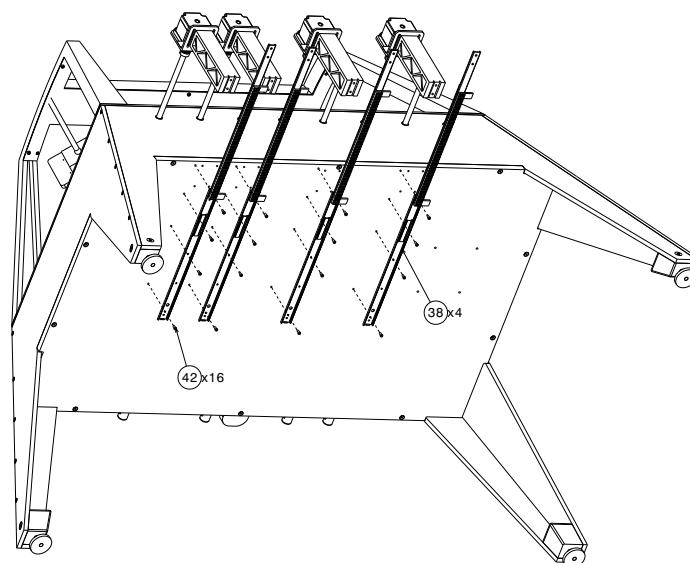
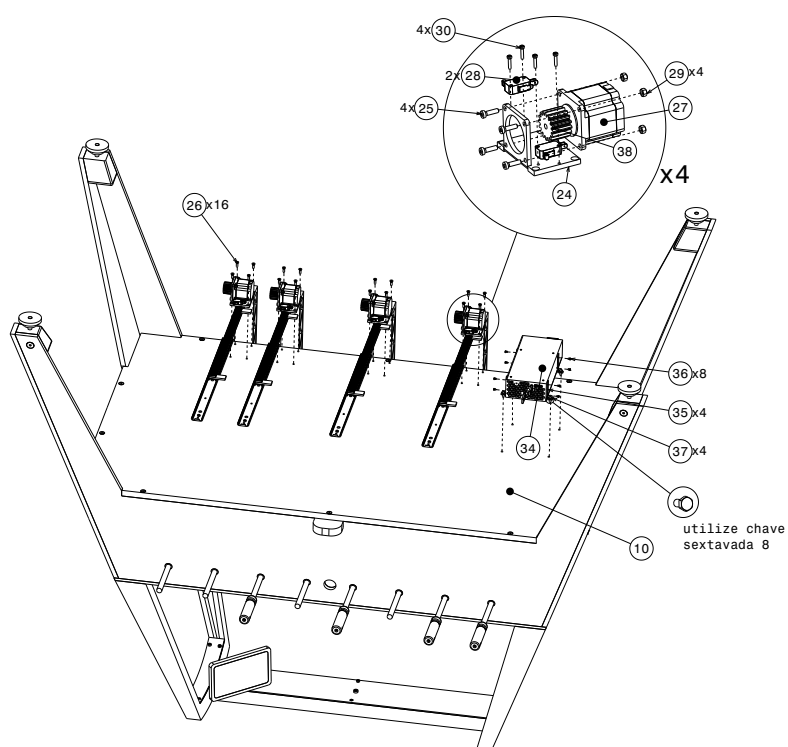
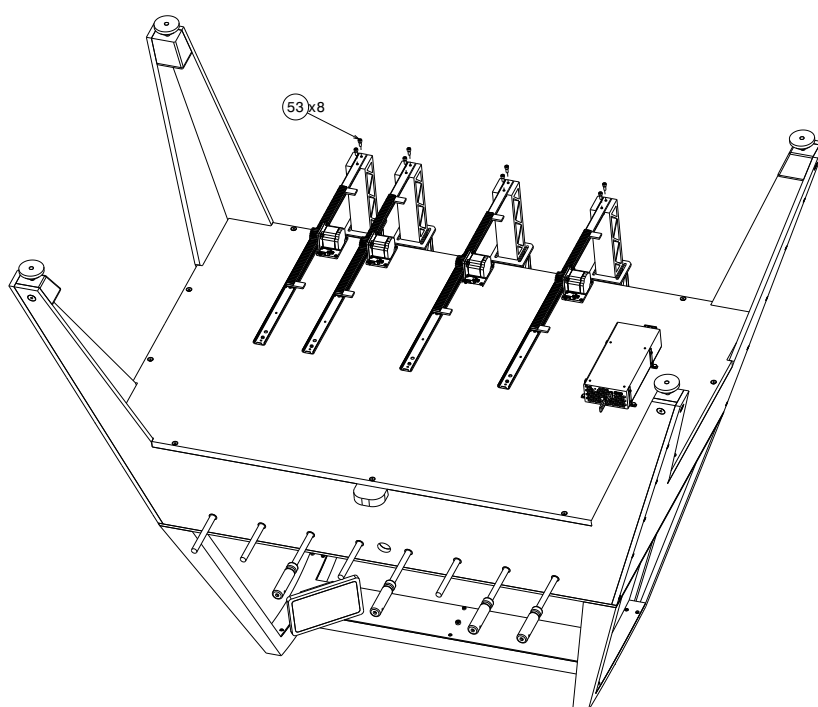

Figura 12 – Passo 12
Figura 13 – Passo 13
Figura 14 – Passo 14
Com a mesa fechada e os componentes eletrônicos internos já instalados, iniciaremos o processo de montagem dos motores de eixo, motor localizado na parte de baixo, que é o motor de deslocamento horizontal. Parafusa-se os trilhos fixos (38) no tablado fundo (10) com 4 parafusos Fenda M5x12 (42) em cada trilho, sendo 4 trilhos e 16 parafusos no total. Parafusa-se os 4 motores NEMA 23 (27) e os fixa nos suportes do motor (24), sendo necessários 4 parafusos Allen M5X16 (25) e 4 porcas M5 (29) para cada motor, figura 12. Ainda nos motores de baixo, são utilizados 2 sensores de fim de curso (28) em cada motor, sendo parafusados com 2 parafusos M3X14 (30) cada, sendo 16 no total. Terminados todos os passos, parafusa todo o suporte com 16 parafusos Philips M5X16 (26) na parte de baixo da mesa, tablado fundo (10), figura 13. Para finalizar os procedimentos na parte de baixo da mesa, a fonte de energia (34) e o suporte da fonte (35) serão parafusados um no outros com 8 parafusos Fenda M3.5x5 (36), e o conjunto parafusa-se com 4 parafusos sextavado M6X12 (37) no tablado fundo (10), figura 14.